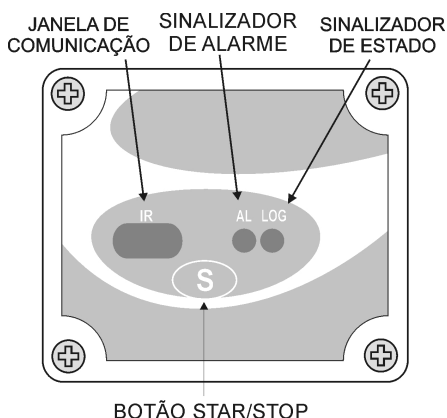

Figura 01 – Frontal do Registrador
- **Imediato:** início imediato, assim que a programação é dada por encerrada e enviada (OK) ao registrador.
- **Via Botão de Start:** inicia e interrompe as aquisições com o pressionar por dois segundos do botão de Start, localizado no frontal do registrador. Ver Figura 01.